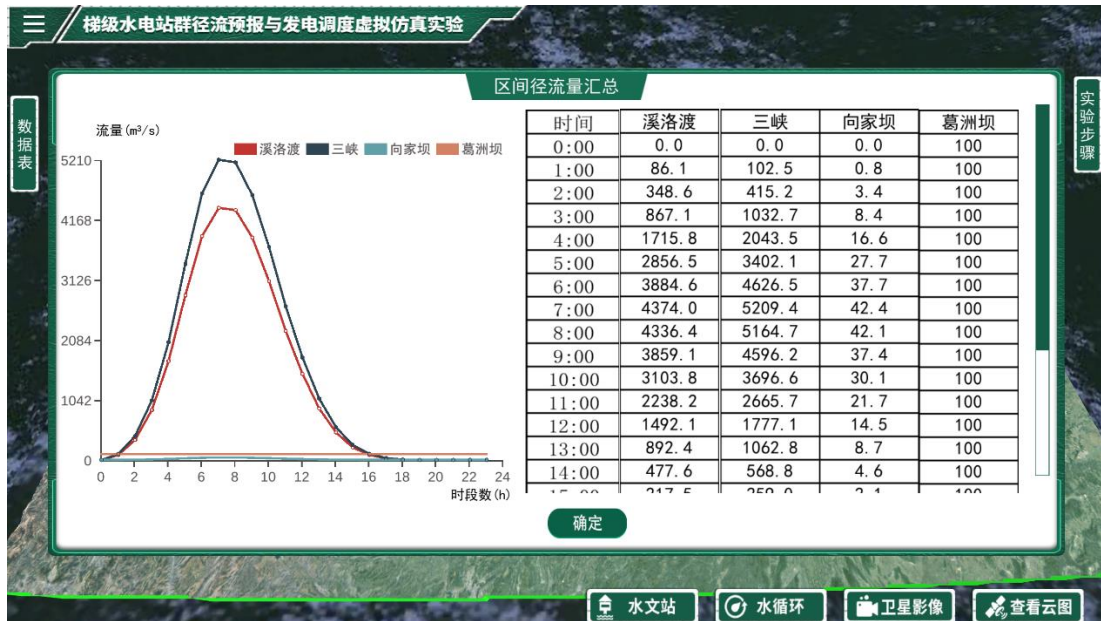
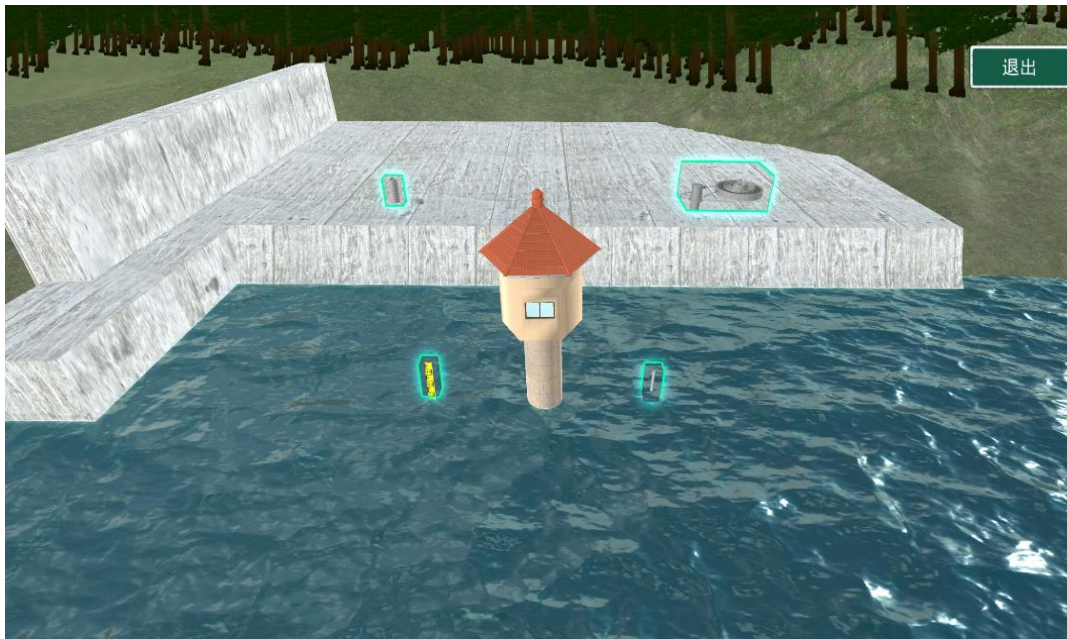
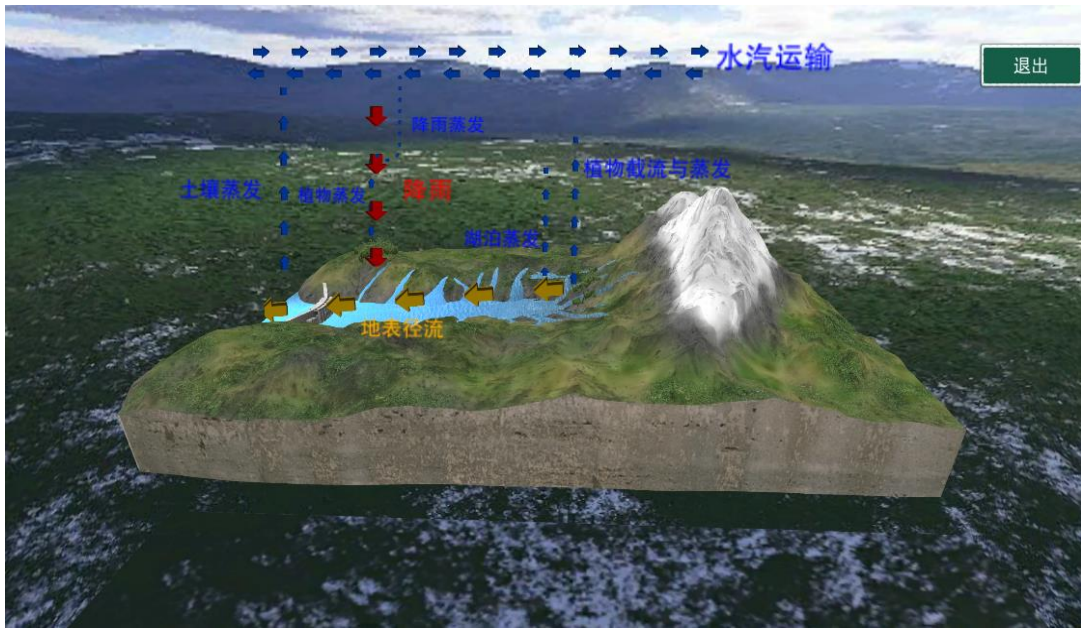

图 4-25 下游其它电站地面径流界面
图 4-26 水文站点认知实验界面
图 4-27 水文循环认知实验界面
**步骤 11:** 点击确定后，系统会利用区间面积比的方法计算下游 3 座电站的区间流量（如图 4-25），本模块还提供了水文站和水循环认知实验，点击下面的按钮可以显示水文站（如图 4-26）和水循环三维图（如图 4-27），可以进行三维旋转视角查看；